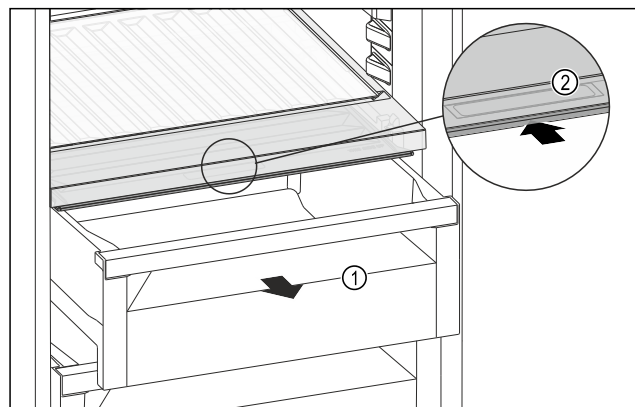

Fig. 134
- ▶ Извлеките выдвижной ящик *Fig. 134 (1)*.
- ▶ Возьмитесь за утопленную ручку *Fig. 134 (2)* на крышке отделения и одновременно введите крышку отделения назад.